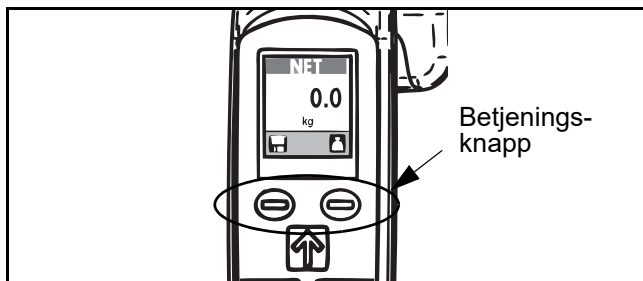

Fig. 69
- 1) Trykk på begge betjeningsknappene til vekten ved oppstart (se Fig. 69).